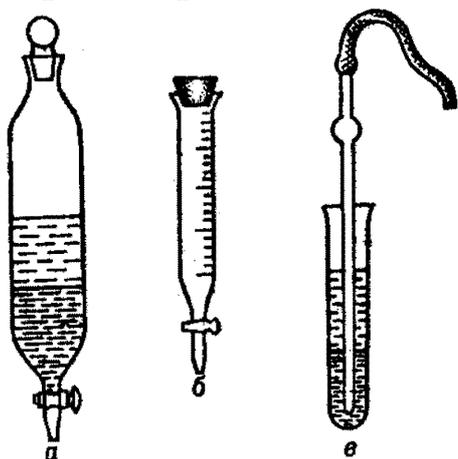

Рис.3. Сосуды для разделения несмешивающихся жидкостей: *а* – делительная воронка; *б* – делительная воронка из бюретки с краном; *в* – капиллярная пипетка.
**Для разделения несмешивающихся жидкостей** пользуются делительными воронками и капиллярными пипетками (рис.3). Когда перелитая в делительную воронку жидкость расслоится, с воронки снимают пробку и осторожным поворотом крана сливают нижний слой так, чтобы поверхность раздела жидкостей оказалась в капилляре крана. Верхний слой жидкости сливают через верхнее отверстие воронки.